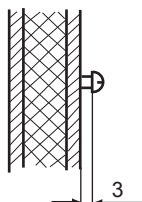

Fig. 3.2
2. Vissez l'une des vis à bois dans le trou médian du haut. Accrochez l'appareil de commande à cette vis. A cette fin, laissez la vis saillir de 3 mm env. (fig. 3.2).